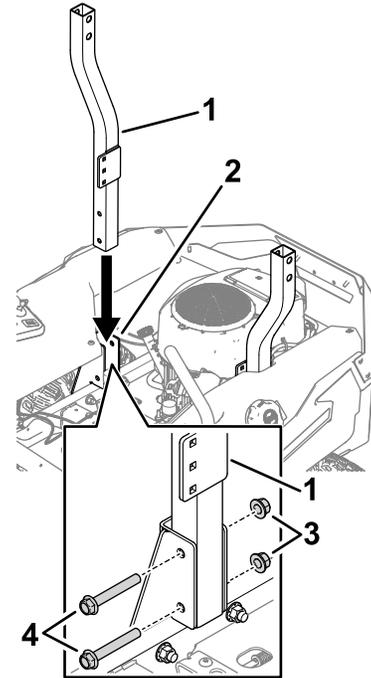

Bild 6
2. Setzen Sie ein unteres Überrollbügelrohr in die Halterung des Überrollschutzes ein und befestigen Sie es mit zwei Sechskantschrauben (1/2 x 3-1/2") und zwei Sicherungsmuttern (1/2"), wie in Bild 6 dargestellt. Wiederholen Sie den Vorgang auf der anderen Seite.